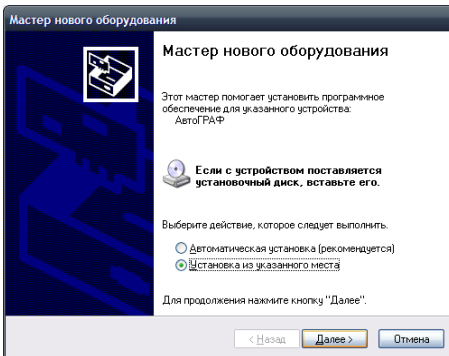

Рисунок 1.
4. Система автоматически найдет новое оборудование и предложит установить драйвер (рисунок 1).